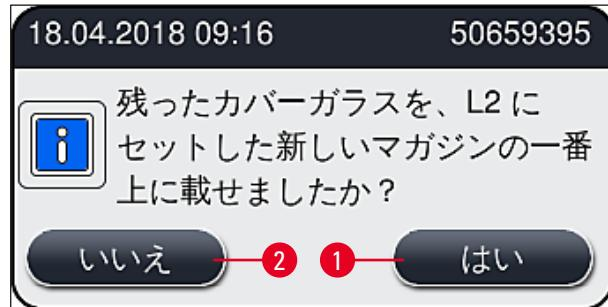

図 63
8. フードを閉じると、残ったカバーガラスを新しいカバーガラスマガジンに移したかどうかを尋ねる質問が表示されます（→図 63）。移した場合は、この情報メッセージに はい（→図 63-1）で答えます。カバーガラスを移さなかった場合は、この情報メッセージに いいえ（→図 63-2）で答えます。